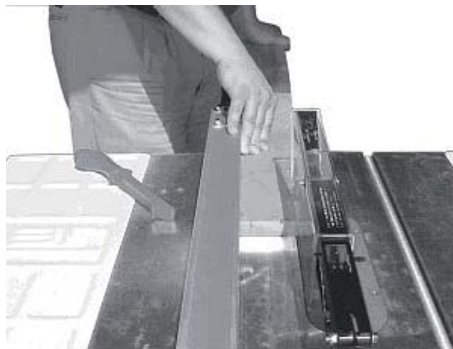

Рис. 28
- При поздовжньому розпилі заготовка подається поздовжнім напрямком до пиляльного диску, використовуючи спрямовуючу лінійку у якості паралелі та розташовуючи пристрій таким чином, аби переконалися у потрібній ширині заготовки (рис. 28).